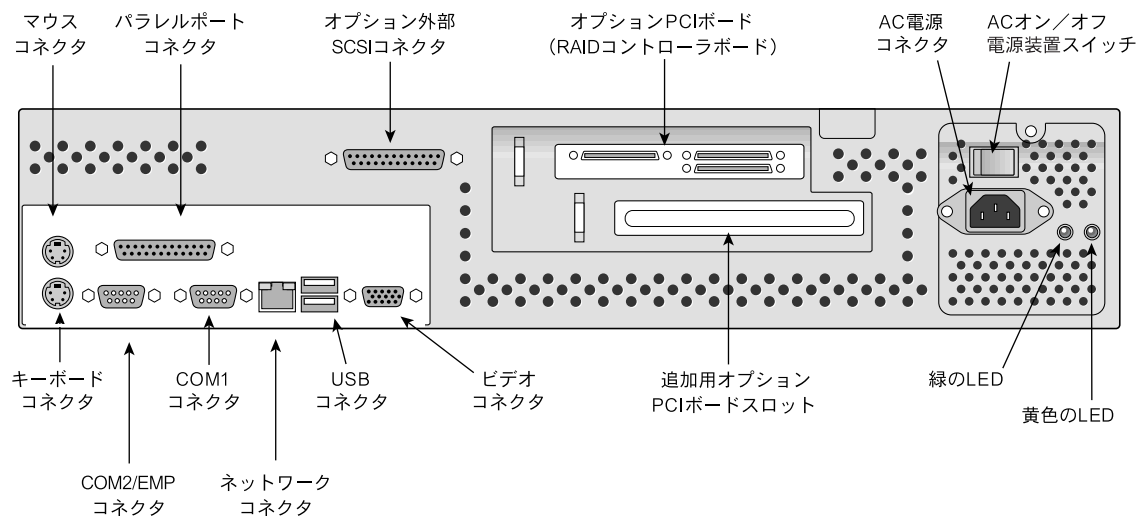

図 2 SGI 1200 サーバの背面
6. 図2のように、使用する周辺機器をコネクタに取り付けます。